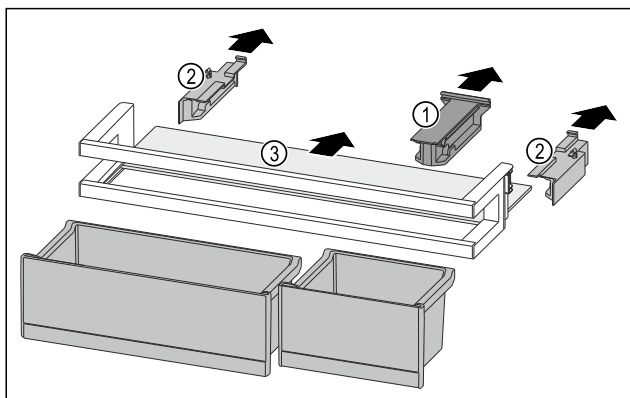

Fig. 202
- Hiqni pjesën mbajtëse Fig. 202 (1).
- Hiqni pjesët anësore Fig. 202 (2).
- Hiqni raftin mbajtës Fig. 202 (3).